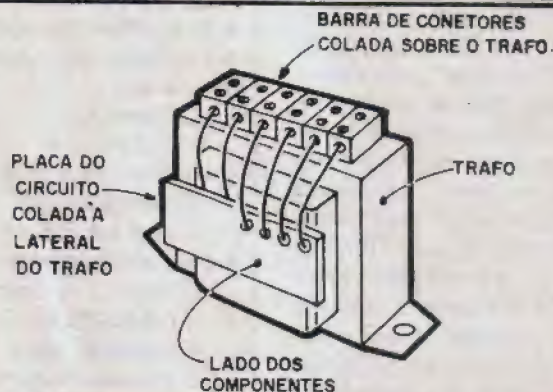

Fig. 5
- - Adesivo de **epoxy** (ou cianoacrilato) para eventual fixação da placa do circuito ao próprio corpo do transformador (também no sentido de compactar o conjunto, conforme veremos mais adiante, na sugestão da fig. 5).
Para que tudo possa ficar bem reduzido, em termos de tamanho final do conjunto, sugerimos o arranjo físico exemplificado na fig. 5, com a plaquinha simplesmente **colada** (usar adesivo forte de epoxy...) à lateral do próprio transformador (CUIDADO para que nenhuma parte metálica da estrutura do transformador toque as pistas e ilhas cobreadas do Circuito Impresso - se isso acontecer, "vai sair fumaça"...). Na sugestão, o bloco de conectores para instalação poderá também ser colado no topo do transformador, transformado o conjunto num só bloco físico, bastante prático e fácil de instalar (a fixação geral passa a ser feita, no lugar de-